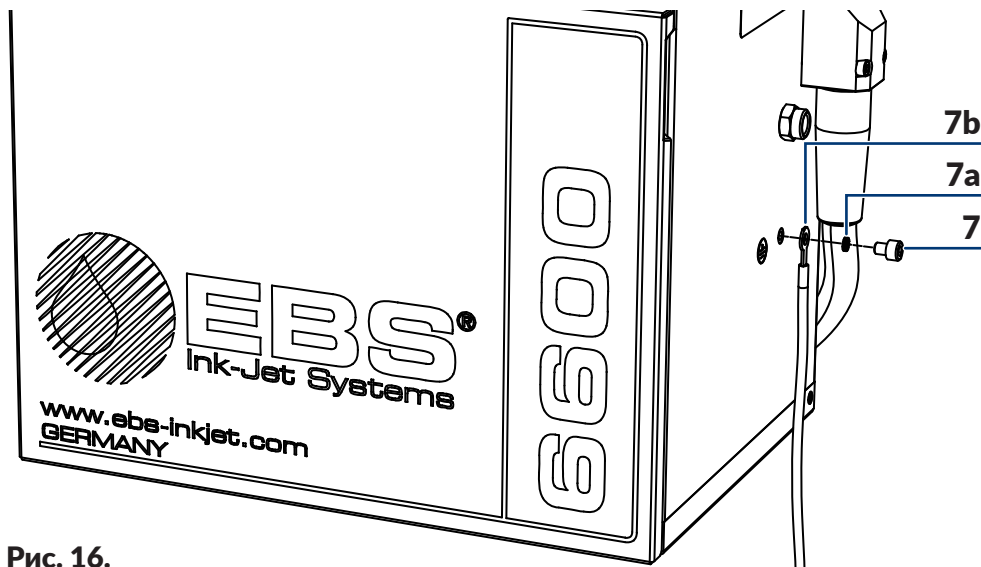

Рис. 16.
Во время установки принтера **EBS-6600 BOLTMARK® II**, подключите зажим защитного заземления **7** (см. **Рис. 16 на странице 45**) к заземленному элементу системы печати, например, к производственному конвейеру. Это позволяет выровнять потенциалы между отдельными элементами системы печати.
2. Присоедините ушко защитного провода **7b** к зажиму **7** в соответствии с Рис. 16.